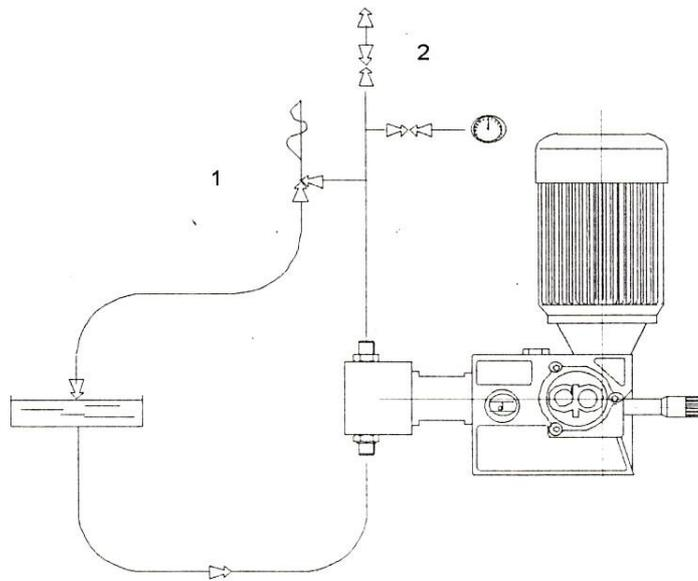

Fig .11
- Installare la valvola di sicurezza come da schema di seguito riportato (Fig. 11) .